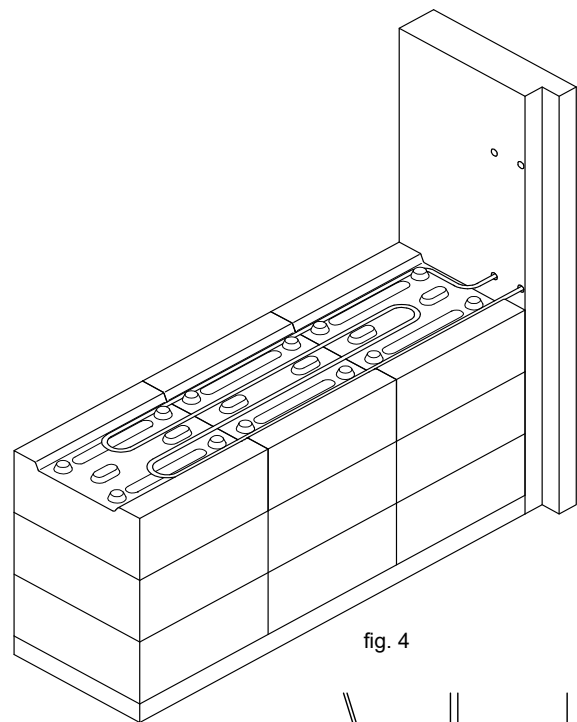

fig. 4
8.- Compruebe que la resistencia descansa por completo sobre los ladrillos sin impedir que se coloque una nueva fila de ladrillos. (fig 4).
8.- Check that the heating element rests completely on the bricks without restricting a new row (Fig. 4).